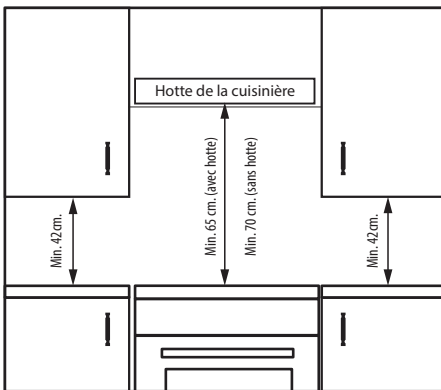

Figure 1
4. Placez les meubles hauts adjacents à la hotte à une hauteur minimale de 42 cm de la plaque de cuisson, comme illustré sur la figure 1.
5. Toute hotte doit être installée conformément aux exigences du manuel des hottes. Si la cuisinière est installée sous un meuble haut, celui-ci doit être situé à au moins 70 cm des plaques de cuisson comme illustré sur la figure 1.
6. Une représentation de l'armoire de la cuisinière doit avoir les dimensions indiquées sur la figure 1. La paroi en contact avec l'arrière de la cuisinière doit être en matériau antidéflagrant.